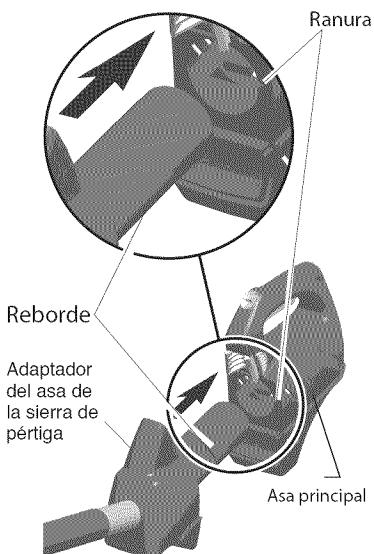

Figura 24 - Alinee el mango principal con el adaptador del mango
5. Alinee el reborde del adaptador del mango de la pértiga con la ranura del mango principal (vea la figura 24).